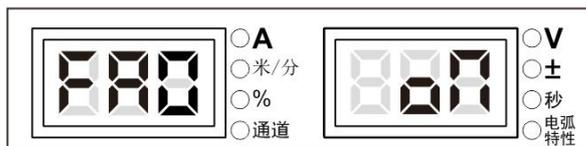

图3-30 FA0 显示界面
1. 进入内部菜单，调节焊接电源面板旋钮至 **FA0**，数码管显示如图 3-30 所示。